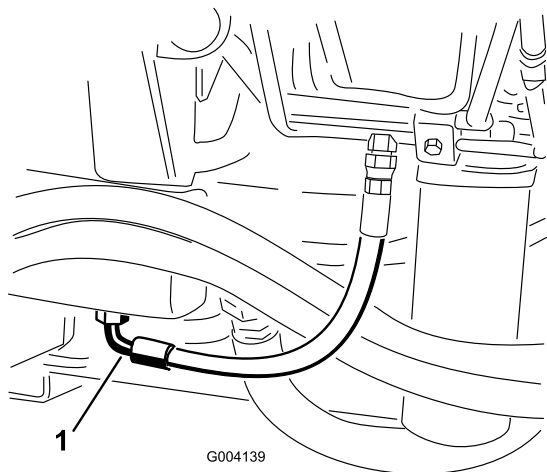

Figura 68
3. Coloque um recipiente de escoamento grande debaixo da união presa à parte de baixo do reservatório do fluido hidráulico (Figura 68).